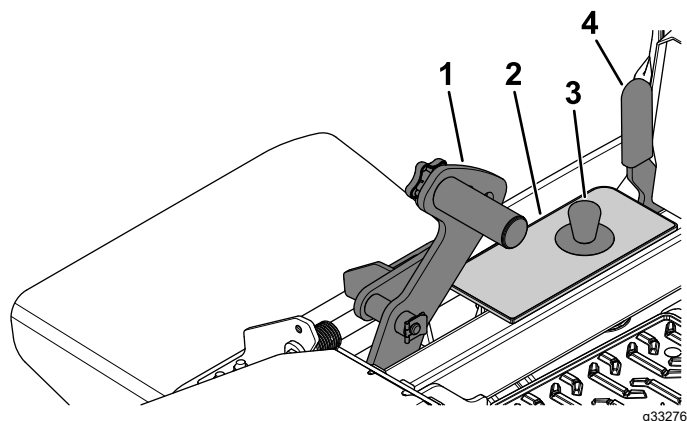

Bild 30
1. Drücken Sie auf das Mähwerkhubpedal ganz nach vorne und heben Sie das Mähwerk in die TRANSPORTstellung an (d. h. die Schnitthöhe von 140 mm), wie in **Bild 30** dargestellt.
2. Entfernen Sie den Splint zum Einstellen der Schnitthöhe aus der Schnitthöhenhalterung (**Bild 30**).
3. Wählen Sie ein Loch in der Schnitthöhenhalterung, das der gewünschten Schnitthöhe entspricht, und stecken Sie den Lastösenbolzen wieder ein (**Bild 30**).